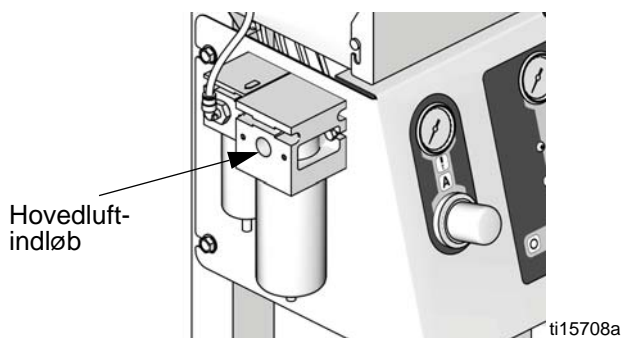

FIG. 3. Lufttilførselsindløb
2. Tilslut hovedluftforsyningsledningen til hovedluftindløbet. Denne luftledning forsyner magnetventilerne, ventilerne og pumperne. Se FIG. 3.